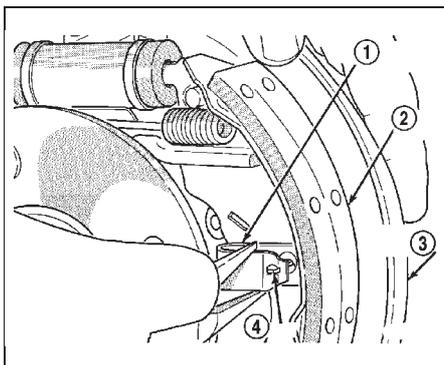

Рис. 20. Клипса и палец крепления тормозной колодки. 1 - клипса, 2 - тормозная колодка, 3 - опорная плита, 4 - палец.
(4) Отсоедините трос переключения от механизма переключения (рис. 20).
- (7) Снимите клипсы и пальцы крепления ведущей и ведомой тормозной колодки к опорной плите (рис. 20).